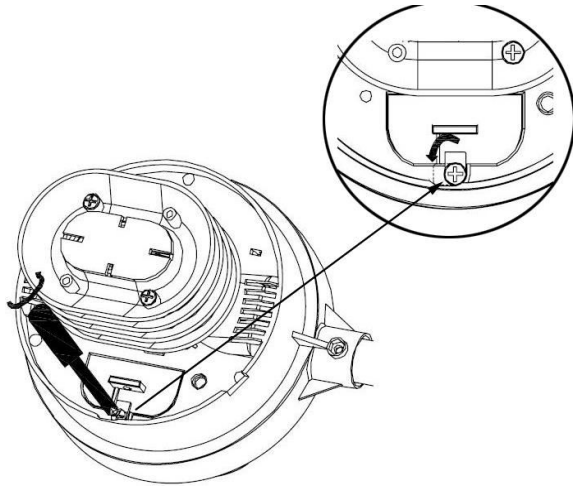

Figure 1
1. Drehen Sie den Schraubenzieher in Uhrzeigersinn, um die Schrauben zu lösen. Drehen Sie das Metall zur Seite (figure 1)